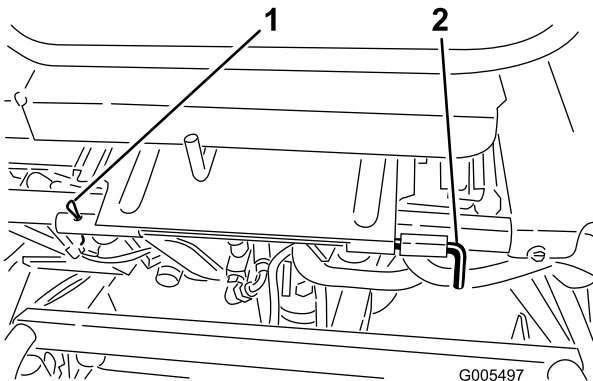

Bild 36
3. Klappen Sie den Sitz herunter und entfernen Sie den Splint, mit dem die Sitzgelenkstange am Rahmen befestigt ist (Bild 36).